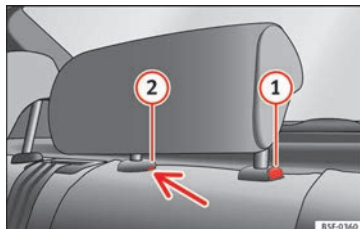

Abb. 151 Hintere Kopfstütze in der Mitte: Entriegelungsstelle.
- Zum Einstellen der Kopfstütze auf eine niedrigere Höhe die Taste ① » » » Abb. 151 drücken und die Kopfstütze nach unten schieben.